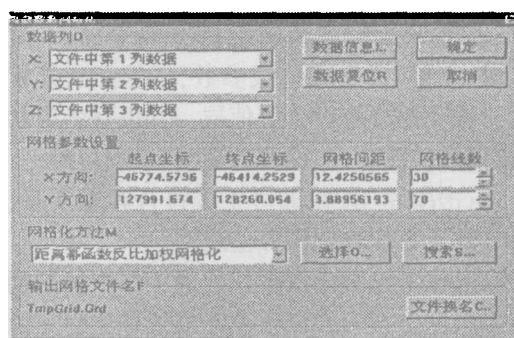

图 4 数据网格化界面
- 点击(离散数据网格化)子命令,弹出数据网格化界面,见图 4